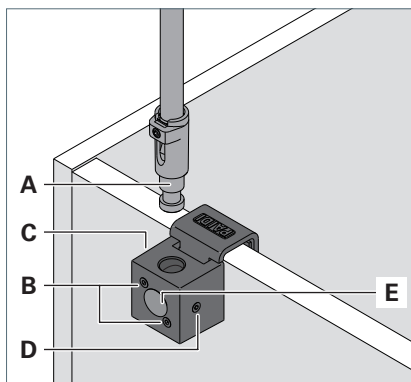

Fig. 2: Monter le luminaire sur une surface de montage verticale.
- ▶ Fixez la pince de fixation sur la surface de montage à l'aide des vis **B**, voir Fig. 2.